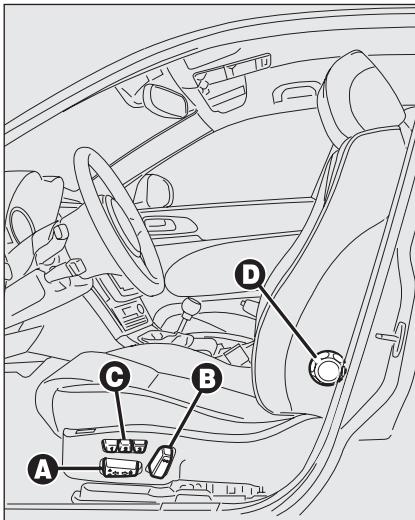

fig. 33
ASIENTOS DELANTEROS CON REGULACIÓN ELÉCTRICA fig. 33
- mantenga pulsadas las teclas **C-fig. 33** por lo menos durante 3 segundos (consulte el apartado “Asientos” en este capítulo).